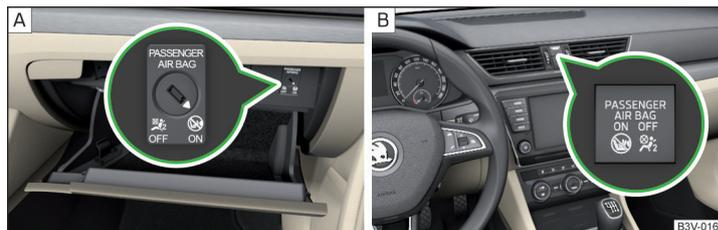

Fig. 14 Commutateur à clé pour l'airbag frontal du passager avant / témoin de désactivation de l'airbag frontal du passager avant
Le commutateur à clé permet de désactiver l'airbag frontal du passager » fig. 14 à la page 20 - A.
Réglages de l'interrupteur à clé » fig. 14 - A
- À l'aide de la clé, amenez la fente du contacteur de l'airbag doucement sur la position » fig. 14  OFF.
- Vérifiez si, après avoir mis le contact, le voyant OFF  est allumé dans l'inscription **PASSENGER AIR BAG** » fig. 14 - .
- À l'aide de la clé, amenez la fente du contacteur de l'airbag doucement sur la position » fig. 14  ON.
- Vérifiez si, après avoir mis le contact, le voyant ON  est allumé dans l'inscription **PASSENGER AIR BAG** » fig. 14 - .